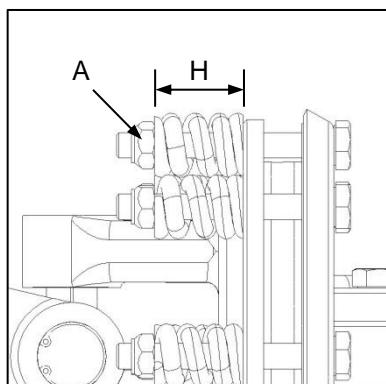

Fig. 5
- ✓ Release the pre-load on the friction clutch plates by loosening the nuts (Fig. 5-A) until the compression spring is just free to rotate by hand. Do not remove the nuts completely.
- ✓ Ontspan die voorlas op die wrywingkoppelaarplate deur die moere los te draai (Fig. 5-A) totdat die drukveer net vry genoeg is om met die hand te kan draai. Moet die moere nie heeltemal verwyn nie.
Following any maintenance or repair of the PTO friction clutch assembly the pre-load on the friction clutch plates must be adjusted to factory specifications. This is accomplished by adjusting the nuts (Fig. 5-A) to set the compressed spring length (Fig. 5-H).
Na instandhouding of herstel van die kragaftakkeras-wrywingkoppelaarmontering moet die voorlas op die koppelaarplate volgens fabriekspesifikasies verstel word. Dit word gedoen deur verstelling van die moere (Fig. 5-A) om die saamgeperste veer se lengte te stel (Fig. 5-H).